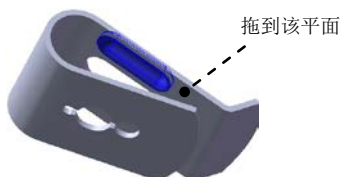

图 7.28 成形特征 1
Step.7 创建图 7.28 所示的成形特征 1。
(1) 单击任务窗格中的“设计库”按钮, 打开设计库对话框。
(2) 单击设计库对话框中的 ch07 节点, 在设计库下部的列表框中选择“rool_shaped_tool_01”文件, 并拖动到图 7.28 所示的平面, 在系统弹出的“成形工具特征”对话框中单击按钮。